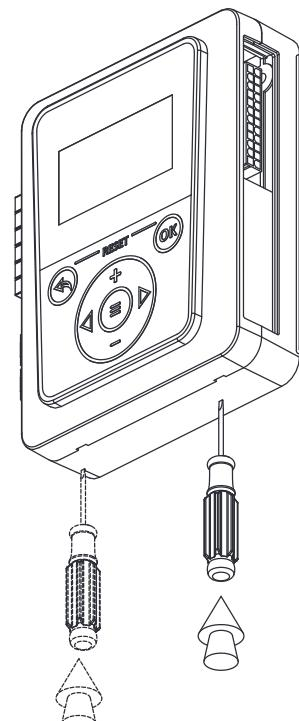

Рис.16 Демонтаж лицевой панели
2. снимите лицевую панель контроллера, ослабив защелки с помощью отвертки (**Рис.16**);